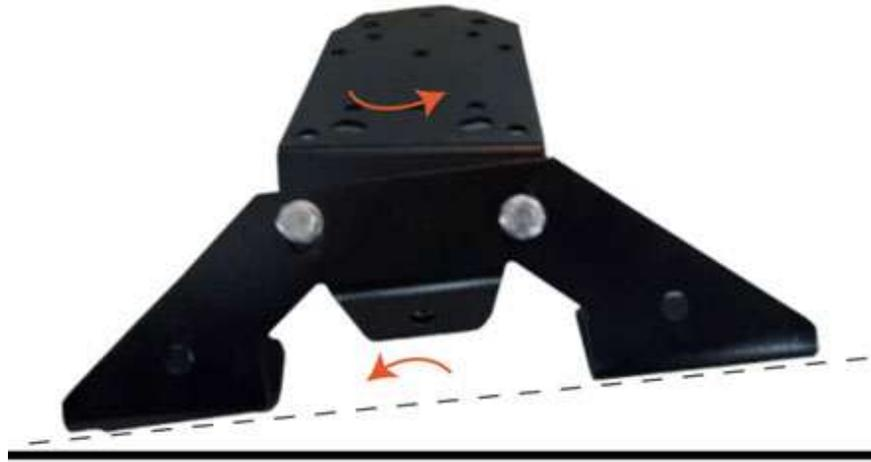

Figura 10 - Posicionamento do sinalizador
G) Após a conclusão do passo anterior, posicione a base de apoio no teto do veículo. Movimente o alongador para ajustar a inclinação do sinalizador, de forma que permaneça paralelo ao solo. O uso desse ajuste geralmente deve-se a existência de curvaturas excessivas de alguns modelos de veículos. O ajuste de posição é feito através do deslocamento do alongador e da base de apoio conforme as setas indicativas da figura 10 abaixo. Ao final do ajuste, aperte as porcas sextavadas M8 Inox da base de apoio com o alongador utilizando um torque de 22,5 +/- 2,5 Nm.